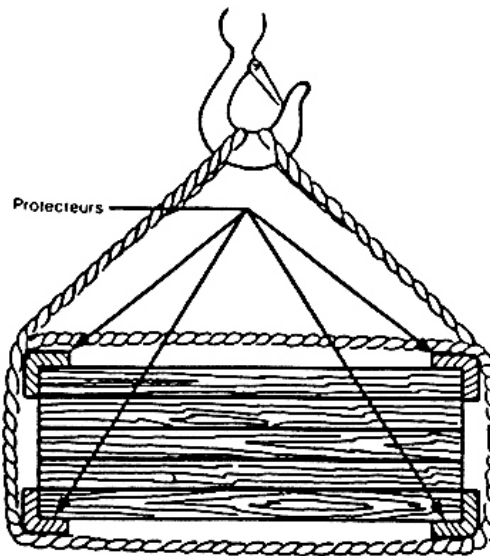

Figure 2 – Utilisation efficace des protecteurs de coins
- Installer des protecteurs sur toutes les arêtes vives pour soulever des matériaux avec un câble (voir figure 2).